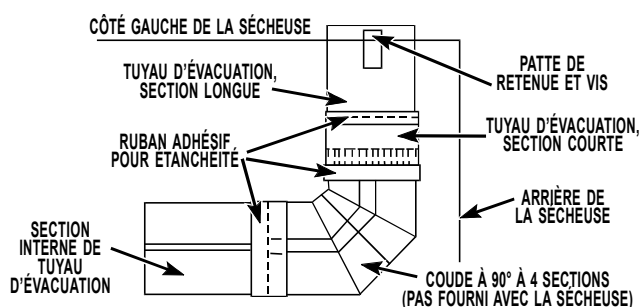

FIGURE 7
- Connecter ensemble les sections longue et courte de tuyau d'évacuation fournies dans l'ensemble; assurer l'étanchéité du joint avec du ruban adhésif pour conduits. Insérer l'extrémité avec sertissage d'un raccord coudé à 4 sections (fourni avec l'ensemble) d'environ 1 po dans la section courte du tuyau d'évacuation droit. Du fait des variations des dimensions des raccords coudés, il peut être nécessaire d'entailler l'extrémité avec sertissage du raccord pour pouvoir l'insérer dans le tuyau droit. Insérer l'extrémité avec raccord coudé du tuyau d'évacuation dans la sècheuse par l'ouverture du côté gauche – le raccord coudé doit être orienté vers l'arrière de la sècheuse (veiller à ne pas créer aucune interférence avec le moteur). Par l'ouverture d'accès (panneau déposé), pousser l'extrémité du raccord coudé sur la section interne du tuyau d'évacuation. Assurer l'étanchéité avec du ruban adhésif pour conduits. Voir Figure 7.